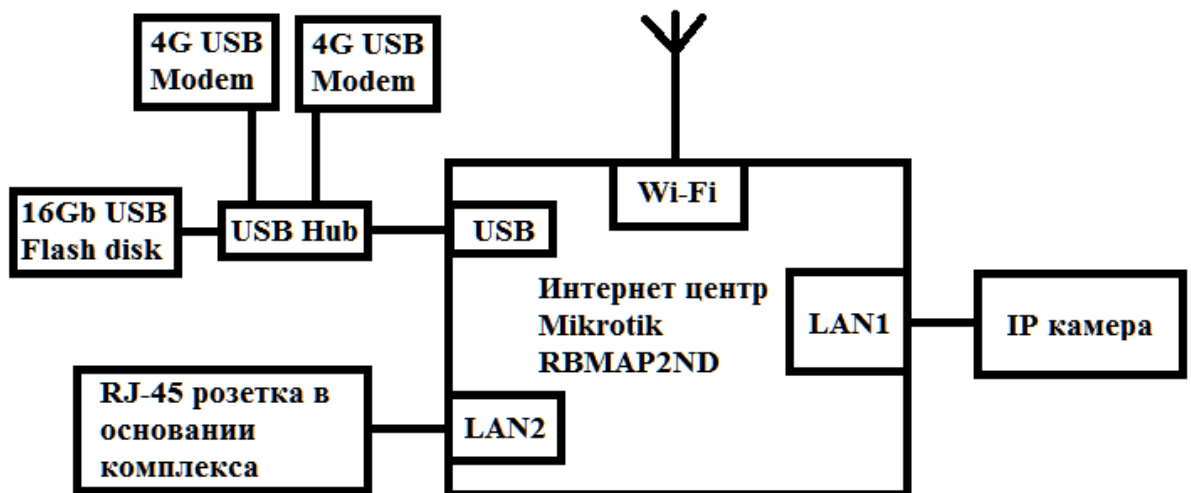

Рис. 13
11. Функциональная схема оборудования комплекса представлена на рис. 13.